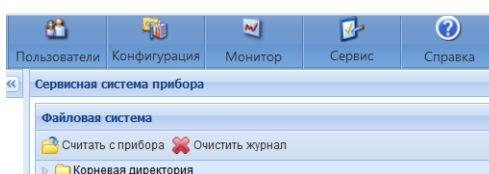

Рис. 7.2. Вкладка *Сервис*
1. Перейдите на вкладку *Журнал событий* программы *Web-конфигуратор Приват 1.2* и нажмите кнопку *Считать с прибора* (рис. 7.2).